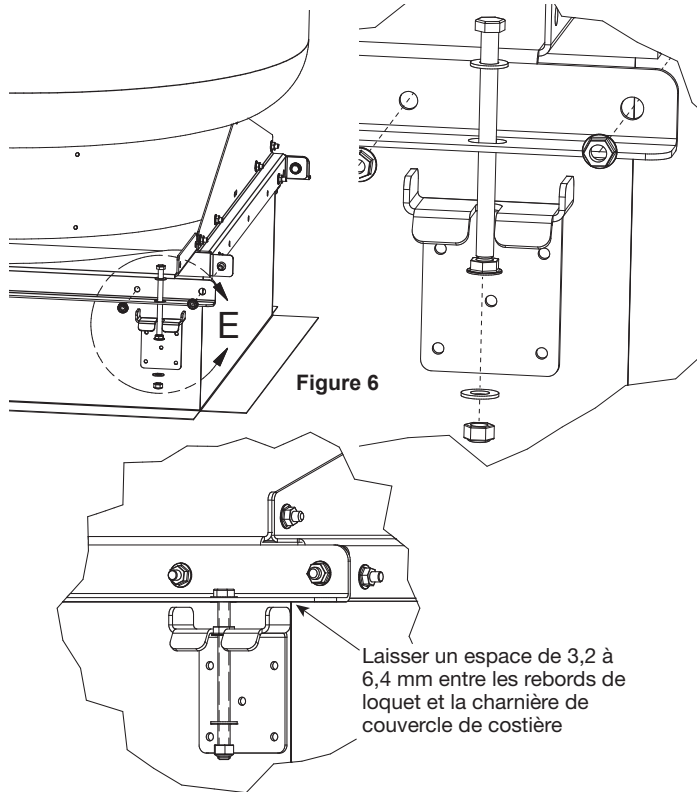

Figure 6
11. Sur le côté sans charnière, positionner le loquet comme illustré dans la **Figure 6**, **détail E** à l'aide de la vis à tête hexagonale de 3/8 po -16 x 5 po de long, de la rondelle de 3/8 po et d'un écrou à embase dans le loquet; l'écrou doit être à l'envers, ce qui permet à l'embase d'agir comme une prise.
12. Amener le loquet vers la charnière de couvercle de costière jusqu'à ce qu'il soit espacé des rebords orientés vers l'avant d'un peu plus de 3,2 mm comme illustré dans la **Figure 6**, **détail E**. Installer quatre vis autoperceuses dans les trous de 1/4 po, retirer la vis de 3/8 po -16 x 5 po de long et visser la dernière vis autoperceuse dans le trou restant.
17. Le loquet et les vis/écrous de blocage dans les orifices de verrouillage sont les moyens de fixation de l'appareil à charnière en position fermée. Réinstaller la vis de 3/8 po -16 x 5 po de long, la rondelle et l'écrou à embase orienté en sens inverse. Placer une rondelle et un contre-écrou en nylon de 3/8 po -16 sur l'extrémité de la vis de 3/8 po -16 x 5 po de long comme illustré dans la **Figure 6, détail E**, ce qui empêche l'écrou à embase de se dévisser de l'extrémité de la vis et de tomber.